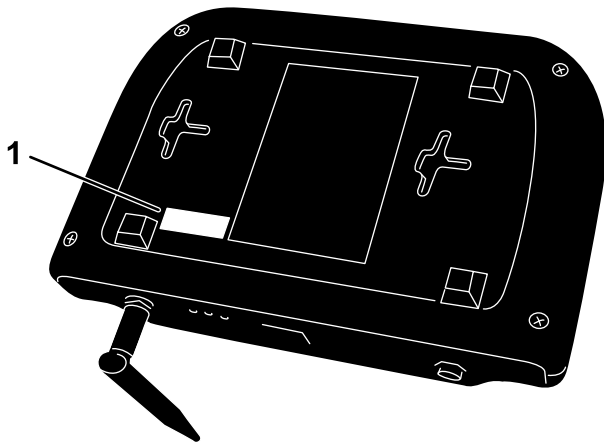

Figura 6
2. Busque la etiqueta con el ID de dispositivo en la parte inferior de la estación base y anote el ID de dispositivo que figura en la etiqueta en el espacio provisto de este documento (Figura 6).